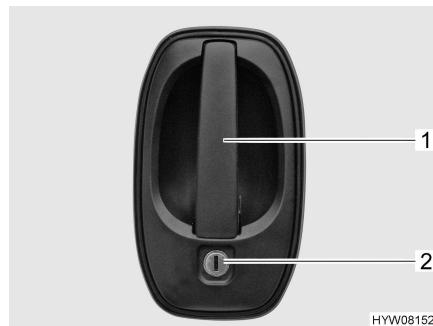

Fig. 15 Serratura della porta (porta conducente, porta di ingresso, lato esterno)
- Inserire la chiave nel cilindro della serratura (Fig. 15,2) e ruotare fino a quando la serratura della porta si sblocca.
- Tirare la maniglia della porta (Fig. 15,1). La porta è aperta.
- Inserire la chiave nel cilindro della serratura (Fig. 15,2) e ruotare fino a quando la serratura della porta si blocca.